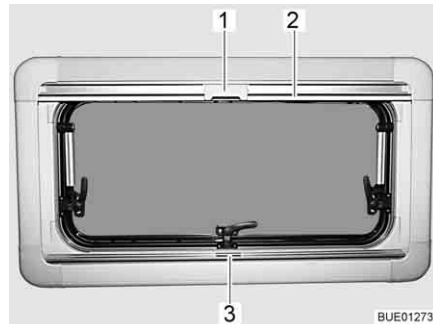

Fig. 72 Fenêtre projetante
- Saisir le dispositif occultant plissé par le centre de la barre-poignée (Fig. 72,3), le tirer du bas vers le haut et le relâcher à la hauteur voulue. Le dispositif occultant plissé reste alors à cette hauteur.
- Tirer la moustiquaire par la barre-poignée (Fig. 72,2) vers le bas jusqu'à ce qu'elle entre en contact avec celle du dispositif occultant plissé (Fig. 72,3).
- Verrouiller le cran (Fig. 72,1) de la moustiquaire avec la barre-poignée du dispositif occultant plissé.
- Presser le cran (Fig. 72,1) en haut de la moustiquaire vers l'arrière.
- Ramener lentement la moustiquaire en arrière au moyen de la barre-poignée (Fig. 72,2).